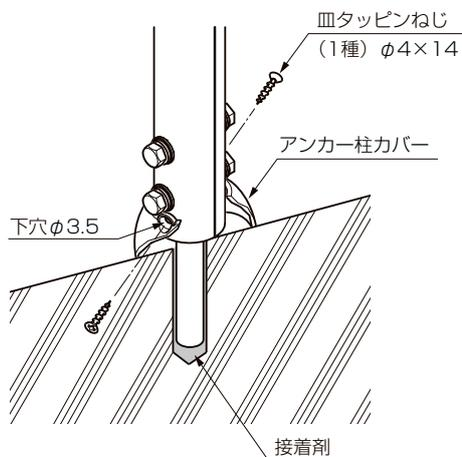

図2-21
- ④躯体傾斜角度に合わせてアンカー柱カバーを傾け、柱に取付けてください。(図2-21)